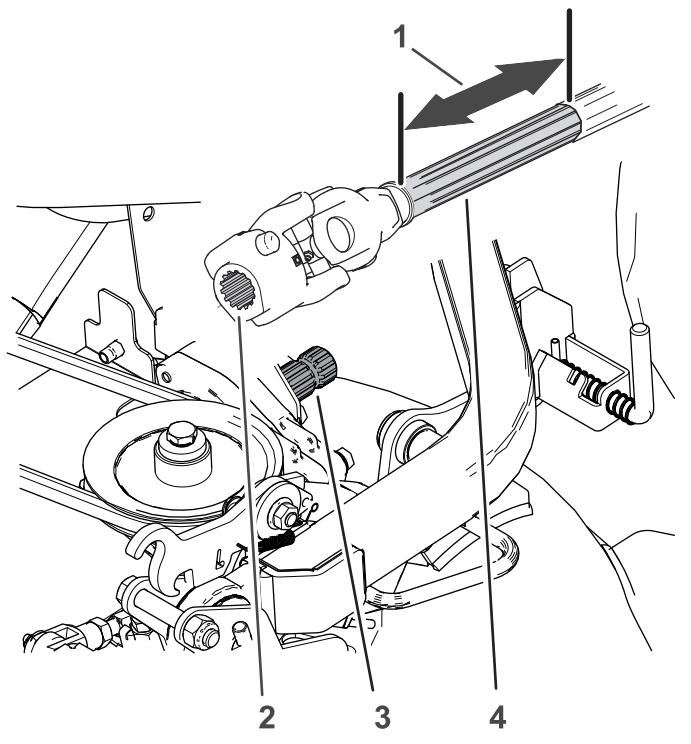

Figura 48
2. Tire de la mitad delantera del árbol de transmisión (Figura 48) hacia delante unos 25 cm.
3. Limpie las acanaladuras del eje de la caja de engranajes y las del árbol de transmisión (Figura 48).
4. Limpie la superficie deslizante del árbol de transmisión delantero (Figura 48).
5. Aplique compuesto antigripante a las acanaladuras del eje de la caja de engranajes y al acoplamiento de la articulación en U (Figura 48).
6. Aplique compuesto antigripante a la superficie deslizante del árbol de transmisión delantero (Figura 48).